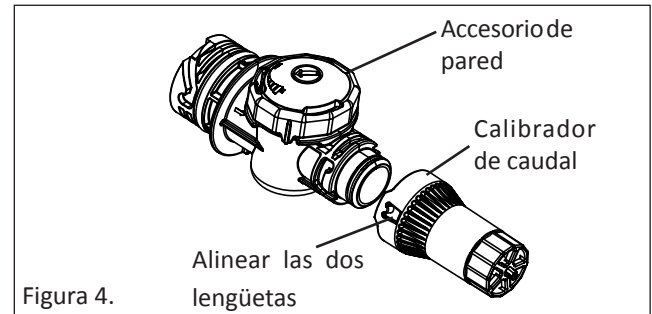
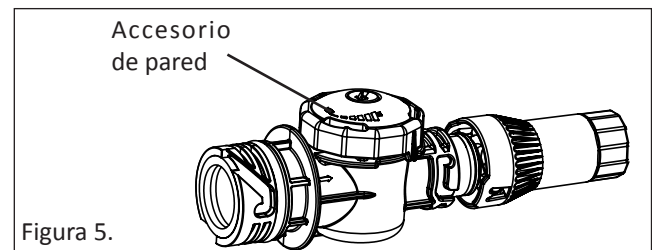

Figura 4.
Figura 5.
1. Fije el calibrador de caudal al accesorio de pared al alinear las dos lengüetas en el calibrador de caudal con las ranuras en el accesorio de la pared. Véase figura 4. Empuje y gire el calibrador de caudal en sentido horario hasta que pare, luego tírelo ligeramente fuera de la pared. Asegúrese de que el calibrador de caudal esté bloqueado en su lugar girándolo en sentido antihorario mientras que tira ligeramente el calibrador de caudal. Véase figura 5.